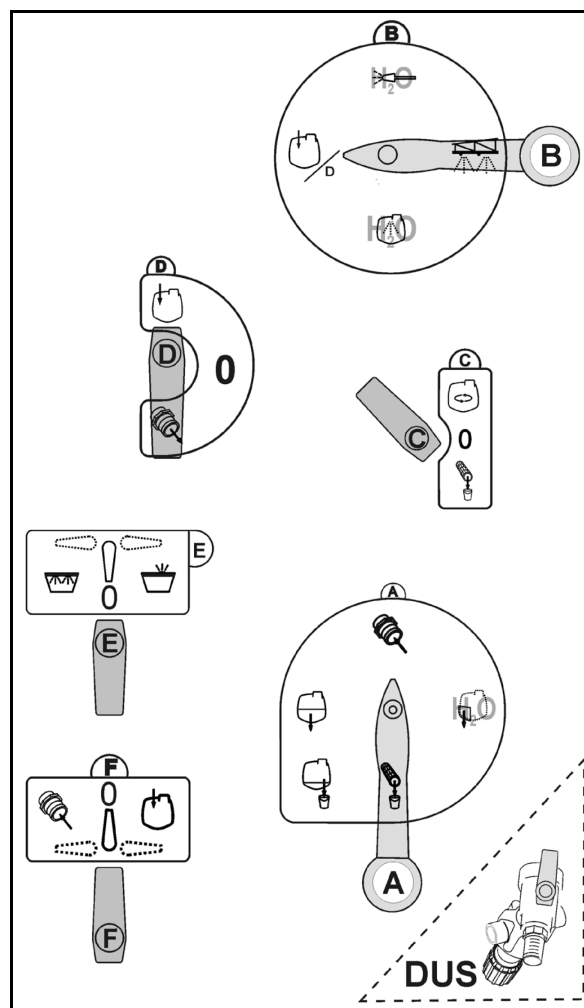

図 13
5. 制御装置において切り替え栓を指定位置 (図 13) に切り替えます: